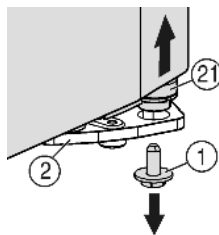
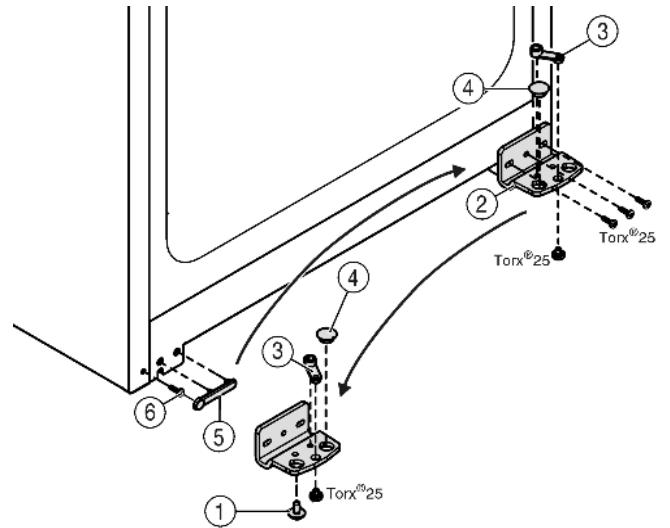

Fig. 4
Fig. 5
- Dévisser la vis de blocage du support d'appui Fig. 4 (1) en bas à droite.
- ▷ Le pivot d'appui Fig. 4 (21) se desserre du support d'appui Fig. 5 (2).
- Si le pivot d'appui Fig. 4 (21) ne se débloque pas poussez-le par le bas.
- Dévisser le support d'appui Fig. 5 (2).
- Dévisser l'élément pivotant Fig. 5 (3) et le permuter dans le trou opposé du support d'appui, revisser à fond.
- Retirer le bouchon Fig. 5 (4) du support d'appui et le placer dans le trou du côté opposé au support d'appui.
- Retirer le cache Fig. 5 (5) côté poignée avec précaution.
- Retirer la vis Fig. 5 (6) et la revisser sur le côté opposé.
- Remettre en place le cache Fig. 5 (5).
- Revisser le support d'appui Fig. 5 (2) sur le nouveau côté charnière, en utilisant une visseuse sans fil si nécessaire, avec un couple de serrage de 4 Nm.
- ▶ Visser la vis d'arrêt Fig. 4 (1) en bas dans le pivot d'arrêt et la serrer à fond (**avec 4 Nm**).